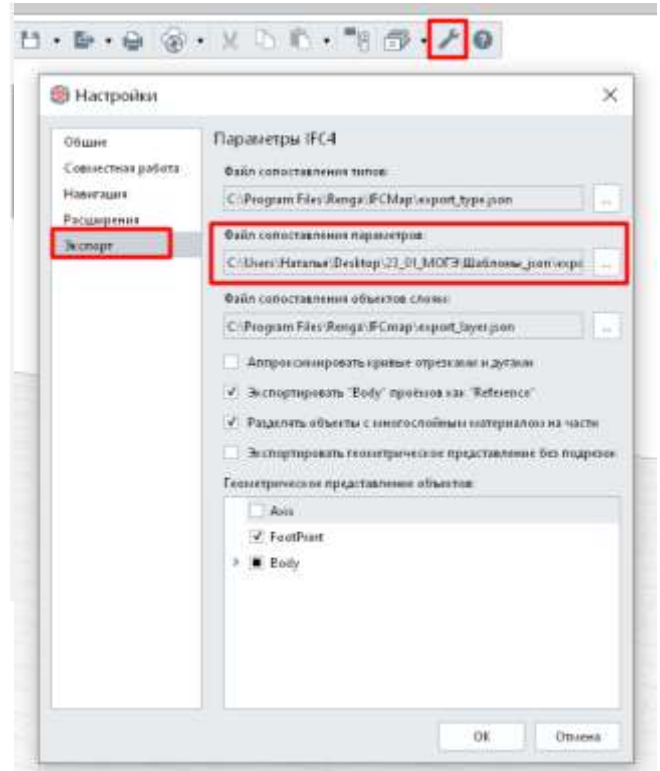

Рисунок 17.5 -Экспортируем ЦИМ в IFC
5. Настраиваем экспорт ЦИМ из Renga в IFC по настроенному файлу `export_attr_qto_pset.json` (рекомендуем отредактированный файл сопоставления параметров сохранять под другим именем), см. рис.17.5.